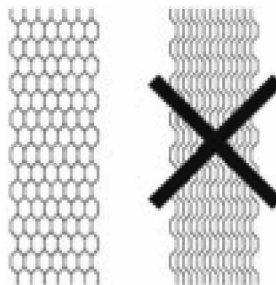

Fig.10
- Quand elles sont correctement disposées, l'empilage des plaques forme un «nid d'abeilles» (Fig. 10).